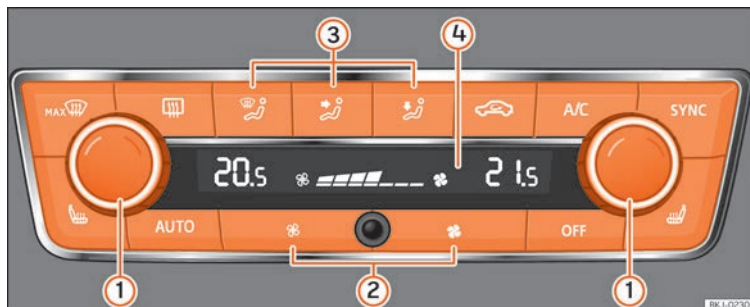

Fig. 171 Climatronic: elementos de manejo.
- Ajuste la potencia del ventilador a cero »» **fig. 171** o presione la tecla **OFF**.
- Pulse la tecla **AUTO** »» **fig. 171**.
- Al conectar el encendido puede utilizar el mando **1** >>> **fig. 171** para ajustar la temperatura interior deseada.
- Pulse la tecla **MAX**  >>> **fig. 171**.